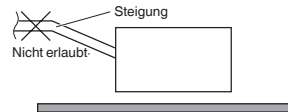

Abb. 3-46
- Das Rohr nicht so einbauen, dass es von der Anschlussstelle aus ansteigt. In diesem Fall fließt das Ablaufwasser zurück in das Gerät, was nach dem Ausschalten Leckwasser verursacht. (Abb. 3-46)